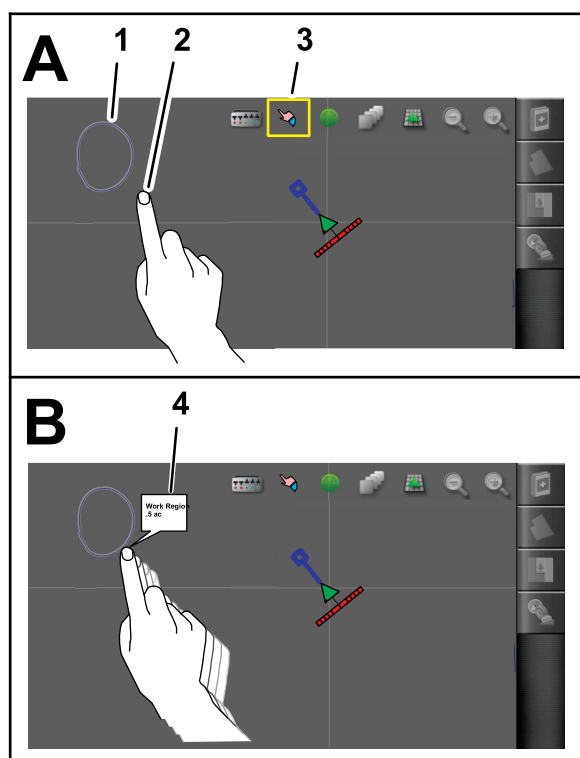

Figura 56
1. Dopo la creazione del confine, premete il dito sullo schermo del quadro di comando accanto alla linea del confine, fino a quando non si illumina l'icona Selezione confini, quindi fate scorrere il dito sulla linea di confine (Figura 56).